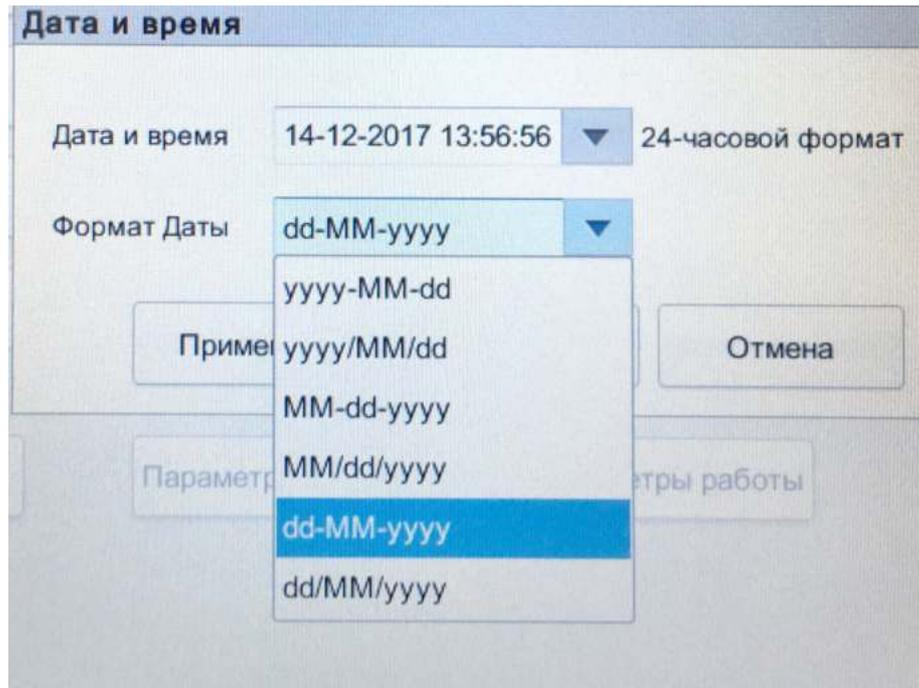

Рис. 3-8 Установка формата даты
4. Выберите настройки формата из списка **Формат даты**, как показано на Рис. 3-8: